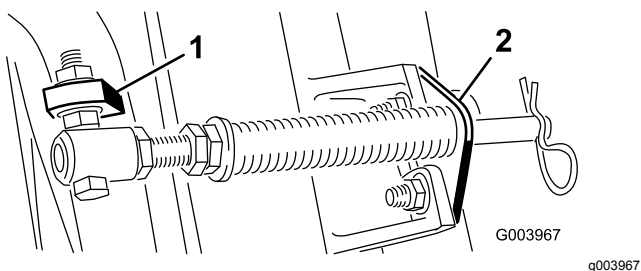

Figura 6
- C. Monte el perno del tubo del muelle a la otra pestaña del bastidor de tiro y fíjelo con la tuerca con arandela prensada. La cabeza del perno debe colocarse en el exterior de la pestaña, según se muestra en Figura 6.
D. Monte el soporte de la varilla en las pestañas de la unidad de corte con los pernos de cuello cuadrado y las tuercas (Figura 6).